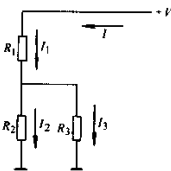

图 1-17 电阻串
串并联电路是电路中有些元器件串联, 有些是并联的, 各种元器件都可以构成串并联电路。电阻串并联电路是最基本的串并联电路, 如图 1-17 所示, 这一电路具有串联和并联电路的一些共同特性, 主要说明如下:
(3) 见图 1-17 所示电阻串并联电路, 当电阻 R_1 开路后, R_2 和 R_3 中均无电流。当 R_2 或 R_3 开路后, R_1 中仍然有电流, 但是要减小。当 R_2 或 R_3 中有一只电阻短路时, 流过 R_1 的电流将增大, 在 R_1 上的电压降将增大。